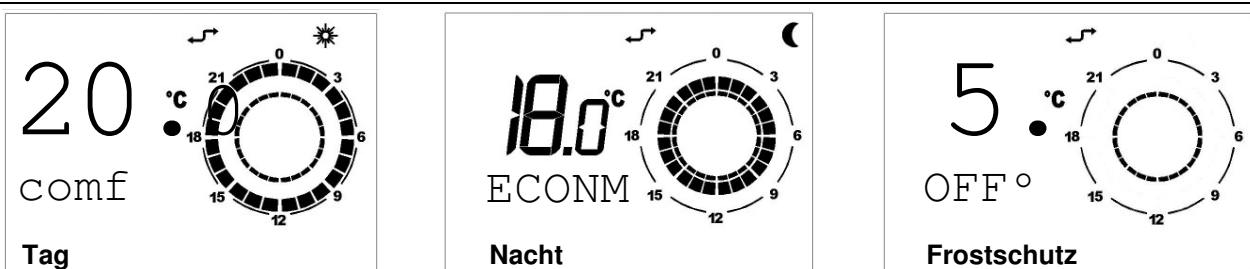

Abb. 3 – Tag-, Nacht- und Frostschutztemperaturen
3. Auf dem Display unten links erscheint die Anzeige **COMFR** für die Programmierung der Tagestemperatur, die Anzeige **ECONM** für die Programmierung der Nachttemperatur und die Anzeige **OFF°C** für die Programmierung der Frostschutztemperatur (siehe Abb. 3).